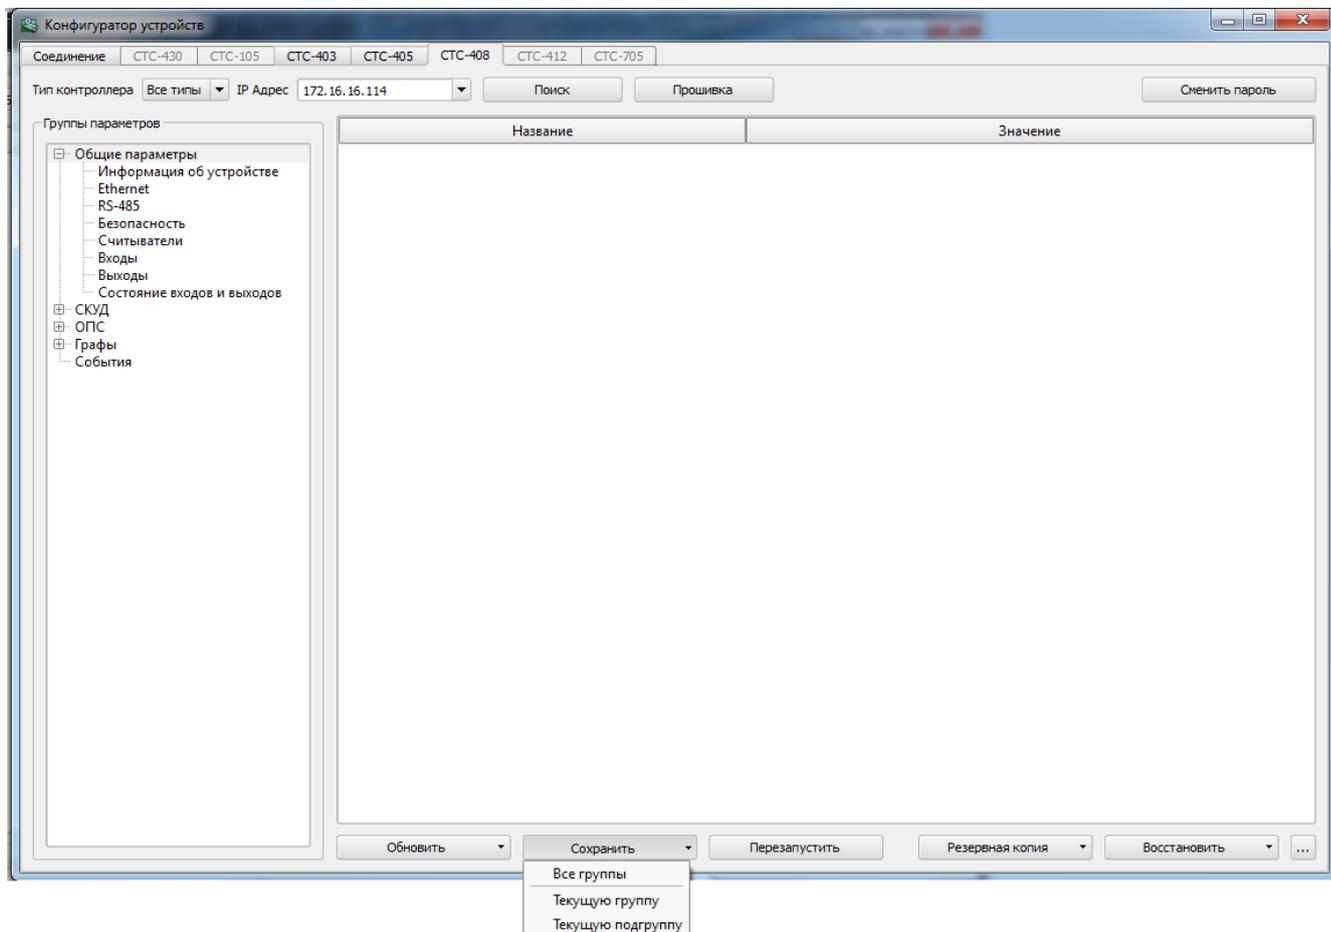

Рисунок 12
– «Сохранить» – данная кнопка позволяет сохранить изменения во все группы контроллера в любое поле из текущей выделенной группы или в текущую выделенную группу в левом параметре настроек (рисунок 12);